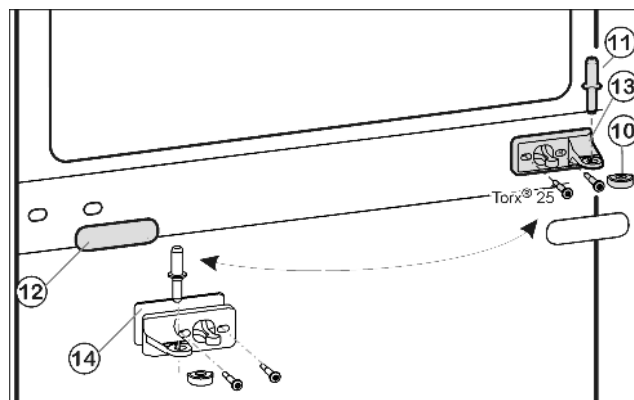
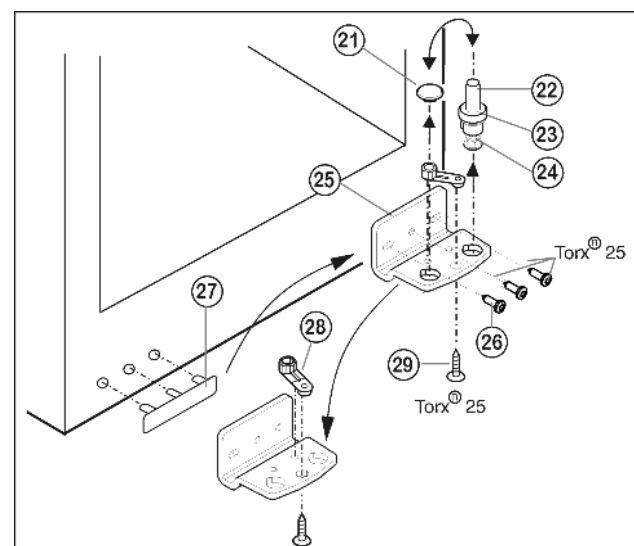

Fig. 5
Fig. 6
- Вытащите из опорного кронштейна и нижней дверцы средний опорный винт Fig. 5 (11).
- Снимите пластмассовый колпачок Fig. 5 (10).
- Открутите средний опорный кронштейн Fig. 5 (13) (2 шт. Torx® 25).
- Осторожно снимите накладку Fig. 5 (12).
- Прикрутите средний опорный кронштейн Fig. 5 (13) с подкладкой Fig. 5 (14) с поворотом на 180° на новую сторону шарнира (**с моментом 4 Нм**).
- Защелкните накладку Fig. 5 (12), повернув на 180°, на стороне, где теперь будет ручка.
- Извлеките опорный винт Fig. 6 (22) в комплекте с шайбой Fig. 6 (23) и регулируемой опорой Fig. 6 (24), вытягивая его вверх.
- Снимите пробку Fig. 6 (21).
- Открутите Fig. 6 (26) опорный кронштейн Fig. 6 (25).
- Открутите Fig. 6 (29) опорную деталь Fig. 6 (28) и, переставив в отверстие на противоположной стороне опорного кронштейна, снова прикрутите.
- Осторожно снимите и переставьте на противоположную сторону крышку со стороны ручки Fig. 6 (27).
- Снова прикрутите опорный кронштейн Fig. 6 (25) на новой стороне шарнира (**с моментом 4 Нм**). При необходимости используйте аккумуляторный шурупверт.
- Переставьте пробку Fig. 6 (21) в свободное отверстие.
- Вновь установите опорный винт Fig. 6 (22) в комплекте с шайбой и регулируемой опорой. При этом фиксатор должен быть направлен назад.
- ▶ Установите нижнюю дверцу сверху на нижний опорный винт Fig. 6 (22).
- ▶ Снова наденьте пластмассовый колпачок Fig. 5 (10) на средний опорный кронштейн Fig. 5 (13).
- ▶ Вставьте средний опорный винт Fig. 5 (11) на новой стороне шарнира через средний опорный кронштейн Fig. 5 (13) в нижнюю дверцу.
- ▶ Установите верхнюю дверцу на средний опорный винт Fig. 5 (11).
- ▶ При необходимости выровняйте дверцы через два продольных паза в нижнем опорном кронштейне Fig. 6 (25) и среднем опорном кронштейне Fig. 5 (13) параллельно корпусу устройства. Для этого выкрутите средний винт на нижнем опорном кронштейне Fig. 6 (25).